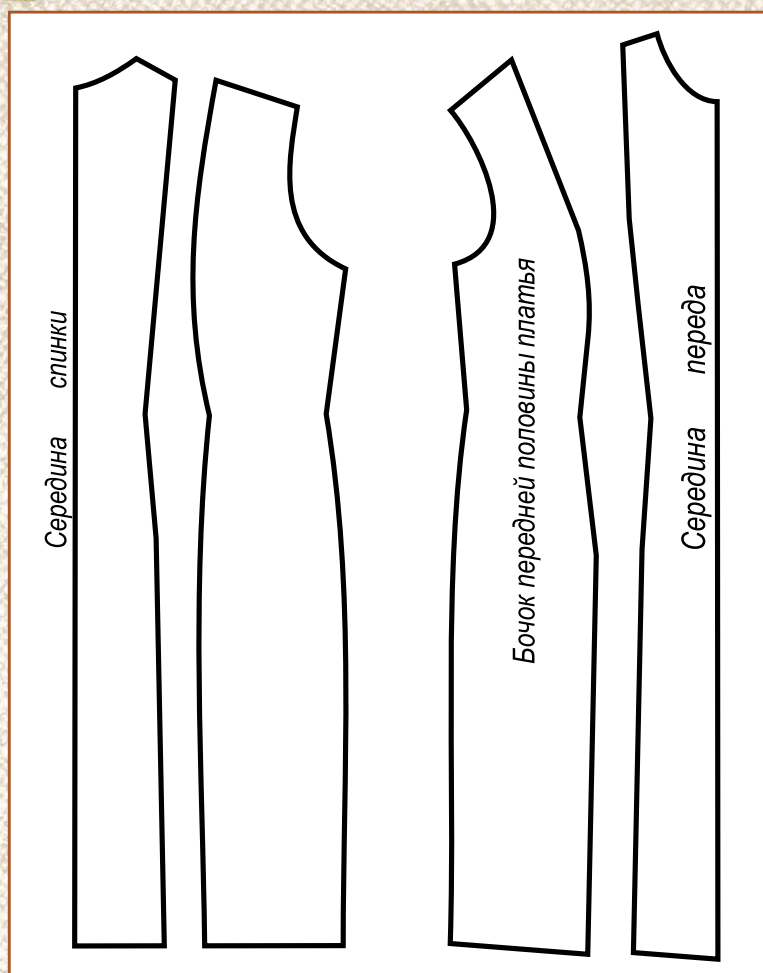

Рис. 150. Детали кроя платья с вертикальными рельефами
6. Выкроить все детали платья с припусками на швы — 1,5 см, по низу платья припуски — 4 см (рис. 150).